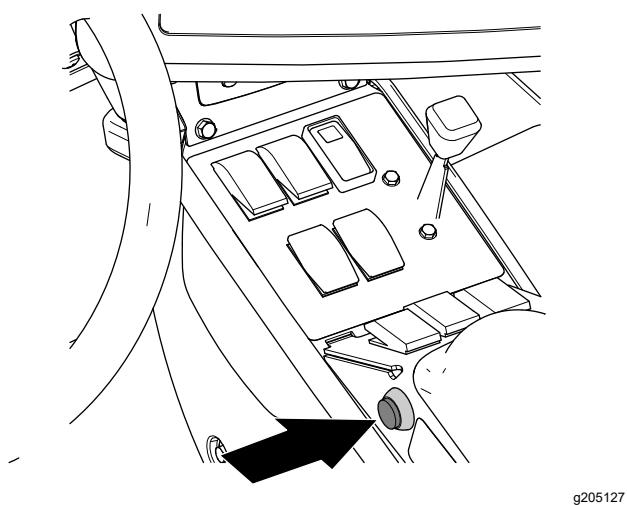

Рисунок 203
- На машине установите главный выключатель секций в положение On (Вкл.) (Рисунок 203)